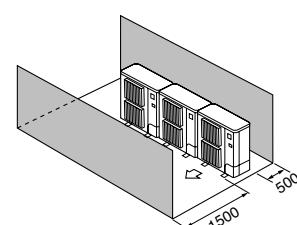

Fig. 2-11
④ Alleen obstakels aan de voor- en achterzijde (Fig. 2-11)